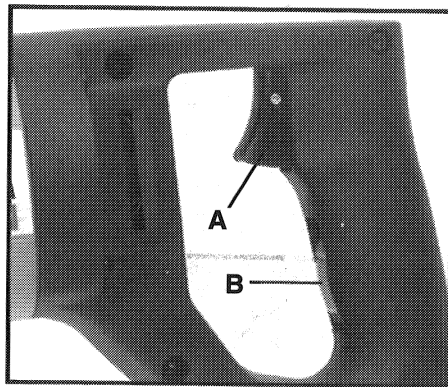

Fig. 2
2. Tenez la scie fermement. Appuyez sur la gâchette (A) Fig. 2, pour mettre le moteur en marche. Relâchez la gâchette pour arrêter le moteur.
La scie est équipée d'un interrupteur à glissière à deux vitesses (B) Fig. 2. Pour le fonctionnement à HAUTE vitesse, mettez l'interrupteur à glissière à la position supérieure (vers l'interrupteur à gâchette). Pour le fonctionnement à BASSE vitesse, mettez l'interrupteur à glissière à la position inférieure (en direction opposée à l'interrupteur à gâchette).